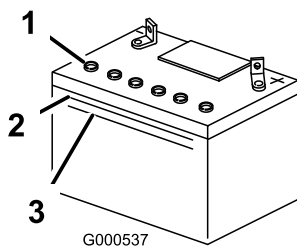

Figura 41
1. Mire hacia el lateral de la batería. El electrolito debe llegar a la línea **superior** (Figura 41). No permita que el electrolito esté por debajo de la línea inferior (Figura 41).
3. Retire los tapones de ventilación de la batería (Figura 41).
4. Vierta lentamente agua destilada en cada célula de la batería hasta que el nivel de electrolito llegue a la línea superior (Figura 41) de la caja de la batería.
5. Espere de cinco a diez minutos después de llenar las células de la batería. Añada agua destilada, si es necesario, hasta que el nivel de electrolito llegue a la línea superior (Figura 41) de la caja de la batería.